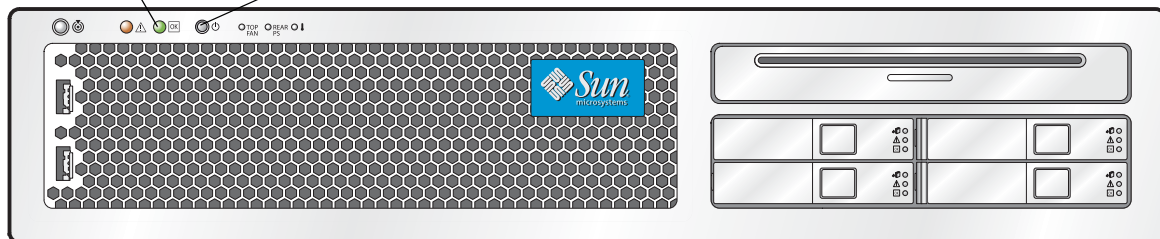

图 2-2 Sun Fire X4200 服务器前面板
在备用电源模式下，前面板上的电源 / 正常 LED 指示灯会闪烁，指示服务处理器正在工作且系统已准备好完全打开电源至主电源模式。有关 LED 指示灯的位置，请参见图 2-1 或图 2-2。
2. 使用圆珠笔或其它笔尖按下并释放服务器前面板上的回缩式电源按钮。有关电源按钮的位置，请参见图 2-1 或图 2-2。